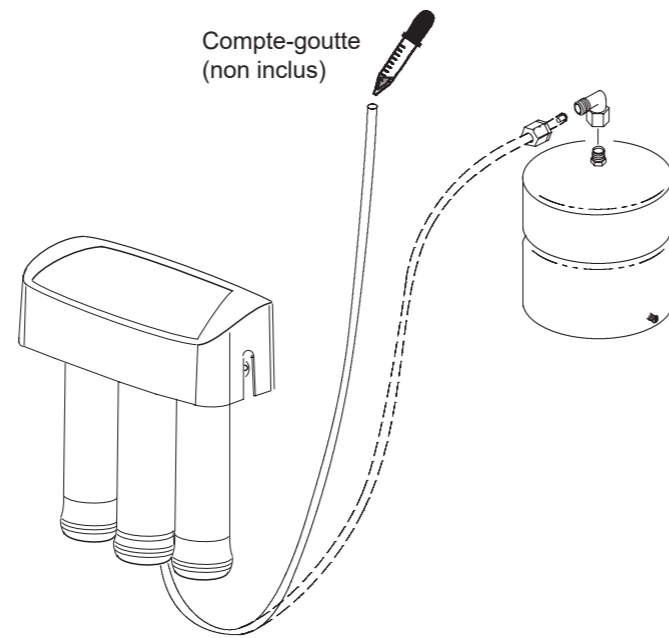

FIG. 25
Suivez les instructions suivantes pour assainir l'appareil. Cf Fig. 25.
4. Ajoutez 3 ml d'eau de javel à l'extrémité non raccordée du tuyau jaune. Manipulez l'eau de javel en suivant les recommandations du fabricant. Cf Fig. 25.